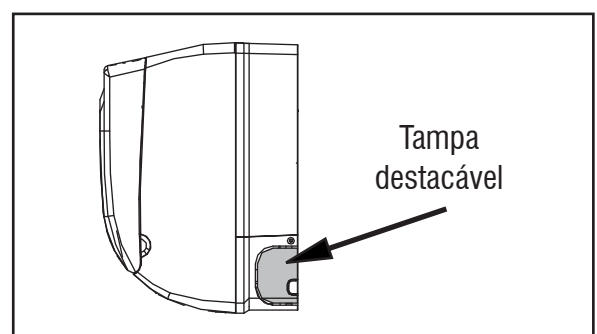

FIG. 19
- Retire a tampa destacável da unidade (fig.19) e passe a tubulação através da parede (repita o procedimento acima para cortar e instalar o tubo de 75 mm).